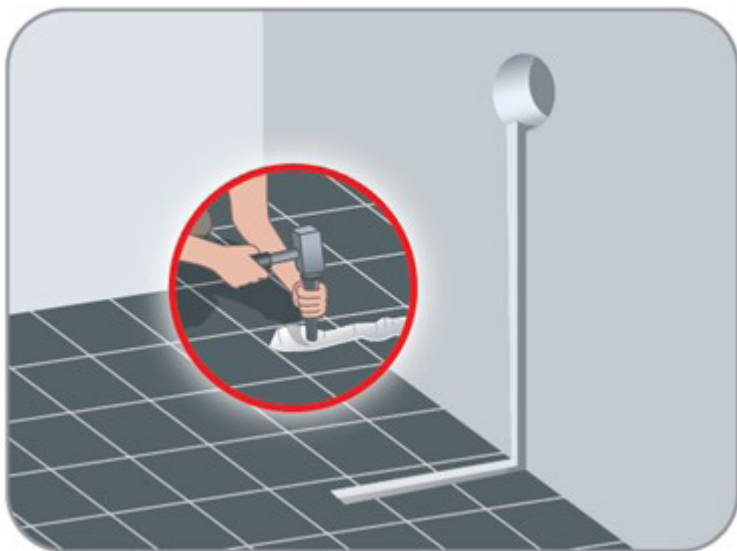
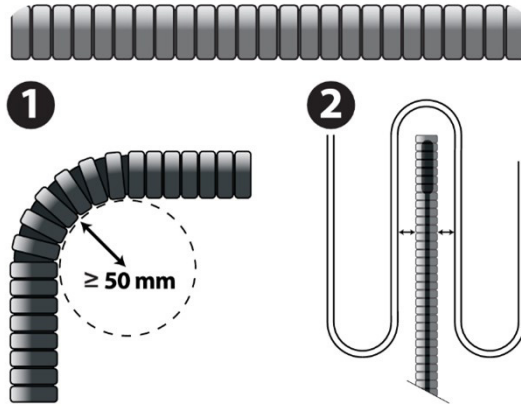
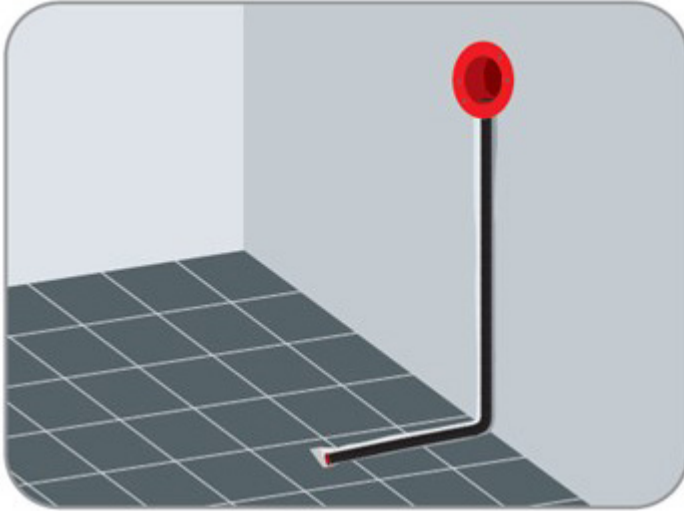

图 1 - 地面和墙壁内的通道，预留电气箱孔
图 2 - Flexpipe 最小弯曲度 (1) 和 Flexpipe 在电缆 (2) 之间的位置
图 6 – 已安装到地面和墙面内的 Flexpipe
1. 使用钻头或孔锯，为电气箱预留一个孔。在地面和墙壁内，拓出一个通道（图 1），用于放置保护地面温度传感器的 Flexpipe。传感器应在电缆间距居中位置（图 2 - 点 2）。
5. 将 Flexpipe 安装到地面和墙面拓出的通道内 (图 6)。Flexpipe 的最小弯曲半径为 50mm (图 2 – 点 1).